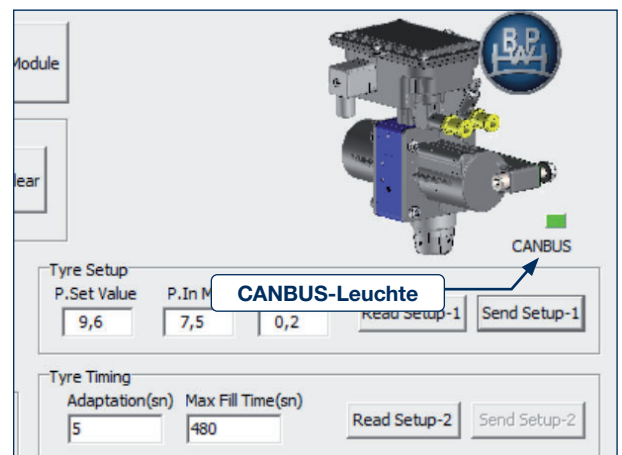

Bild 39
- [4] Die CAN-Kommunikation ist eingerichtet, wenn die CANBUS-Leuchte blinkt (siehe Bild 39).